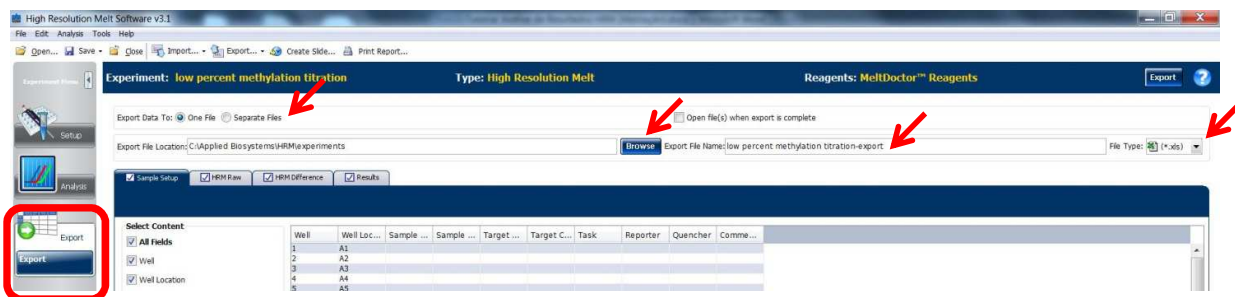

Fig. 11a
Para exportar os resultados, clique na aba *Export* (Fig. 11a) e configure os seguintes parâmetros:
- *Export Data To*: selecione a opção *One File* ou *Separate Files* para determinar se os dados de *Sample Setup*, *HRM Raw*, *HRM Difference* e *Results* serão exportados em um arquivo único ou arquivos separados, respectivamente (Fig. 11a)
- *Export File Location*: clique em *Browse* e escolha o local onde o arquivo exportado ficará salvo no computador (Fig. 11a)
- *Export File Name*: caso necessário, modifique o nome do arquivo (Fig. 11a)
- *File Type*: selecione o formato que o arquivo deve ser exportado (.xls, .xlsx ou .txt) (Fig. 11a)